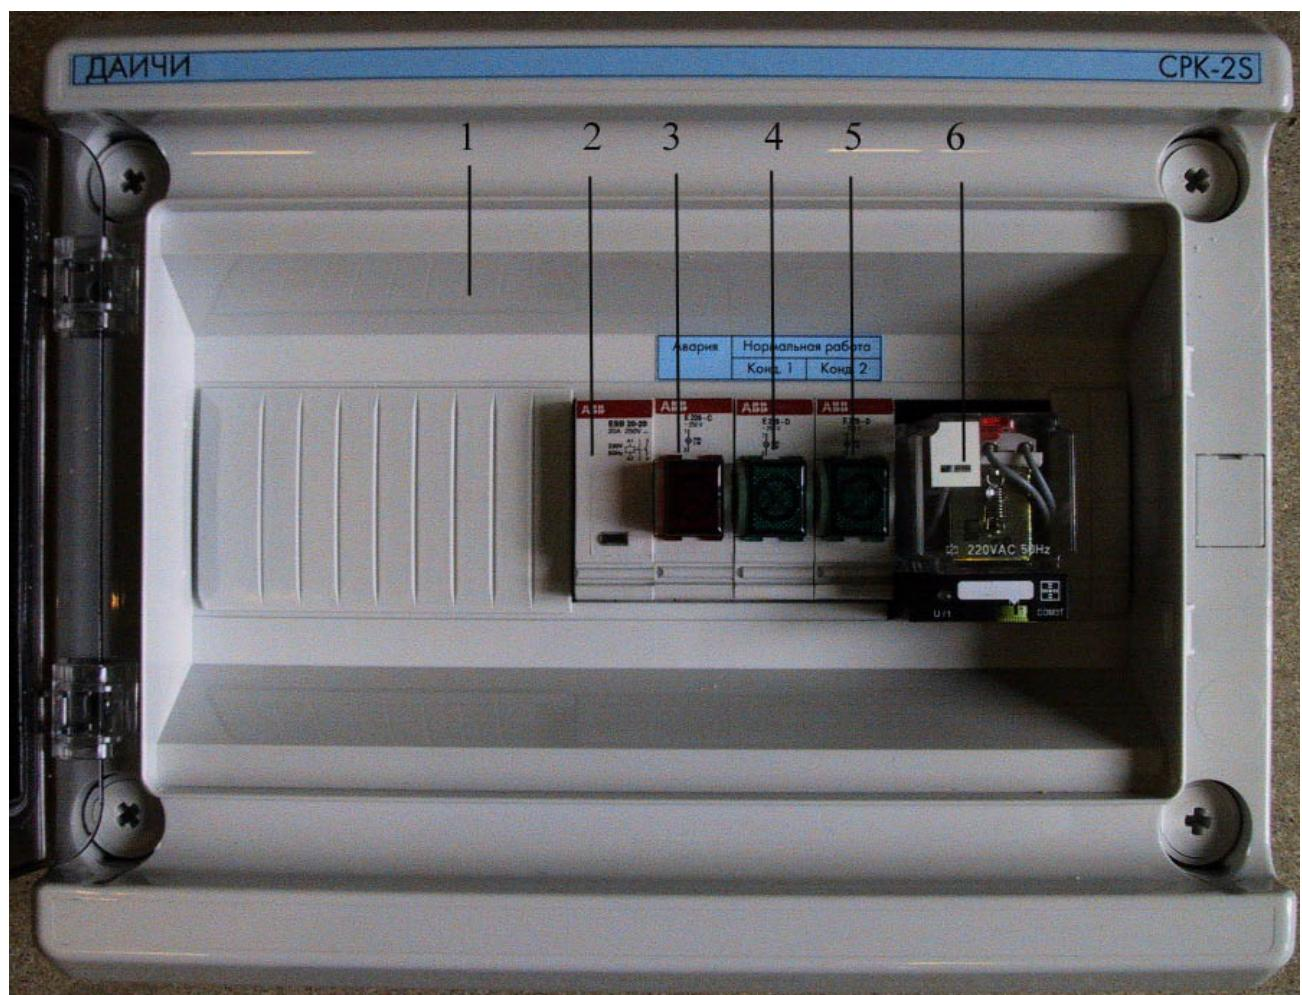

Рисунок 1. Блок СРК-2S
Индикатор(3) (рис.1) показывает нормальную работу 1-го кондиционера, индикатор(4) показывает нормальную работу 2-го кондиционера. Сигналы о работе кондиционеров снимаются с контактов W1 и W2 адAPTERов.